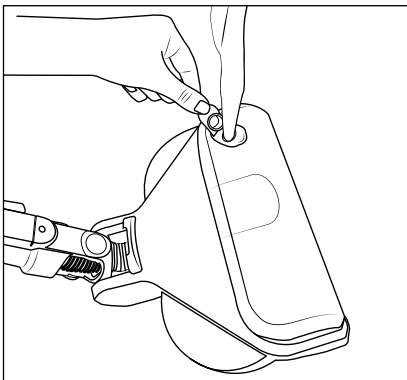

Fig. 16
- 1) Hold på lukkeflappen ③3 på beholderen til rent vand ④2 med fingrene, og træk lukkeflappen ud af påfyldningsåbningen til beholderen til rent vand ④2 oppefra (se fig. 16).
- 2) Hæld vand fra vandhanen eller destilleret vand i beholderen til rent vand ④2 (se fig. 16).
- 3) Luk påfyldningsåbningen til vandbeholderen til rent vand ④2 igen ved at trykke lukkeflappen ③3 fast ind i påfyldningsåbningen.